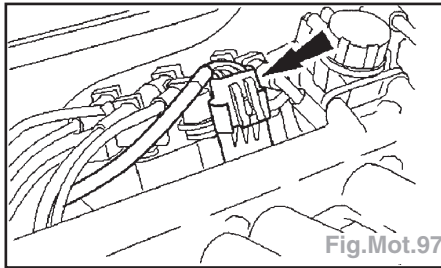

Fig.Mot.97
- Débrancher le connecteur de jeu de bobines d'allumage (Fig.Mot.97).